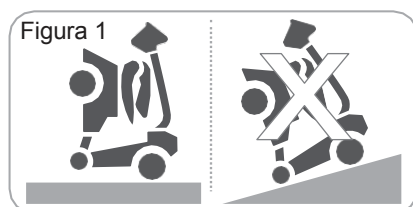

Figura 1 Não coloque a scooter num declive quando estiver encartada e na vertical.
- O travão não pode ser aplicado quando a scooter está encartada e na posição vertical. Não coloque a scooter de pé encartada na vertical num declive para evitar que deslize sem controlo e o risco de lesão (Figura 1).